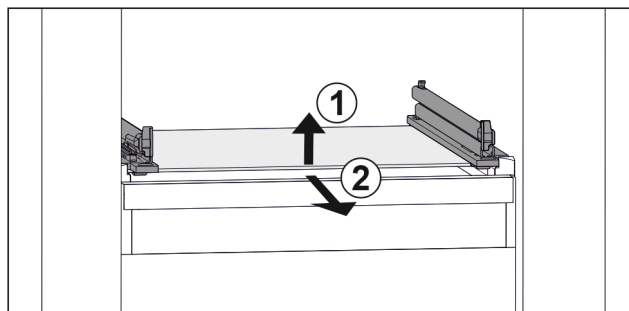

Fig. 44 Príklad zobrazenia sklenenej dosky
- Nadvihnite sklenenú dosku vpredu. Fig. 44 (1)
- Odoberte sklenenú dosku dopredu. Fig. 44 (2)